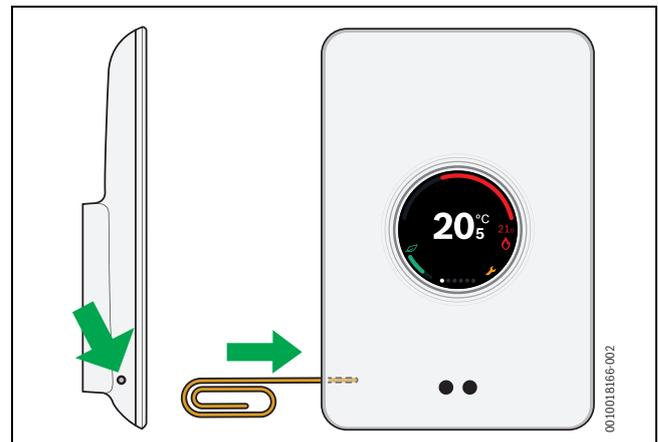

Bild 20 Hard-Reset
- ▶ Die Reset-Taste (→ Bild 20) einige Sekunden lang drücken.